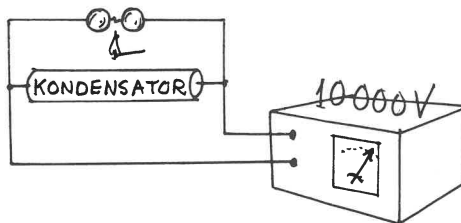

Fig. 17
a) For-forsøg: Opstillingen fremgår af fig. 17, der for tydeligheds skyld kun viser